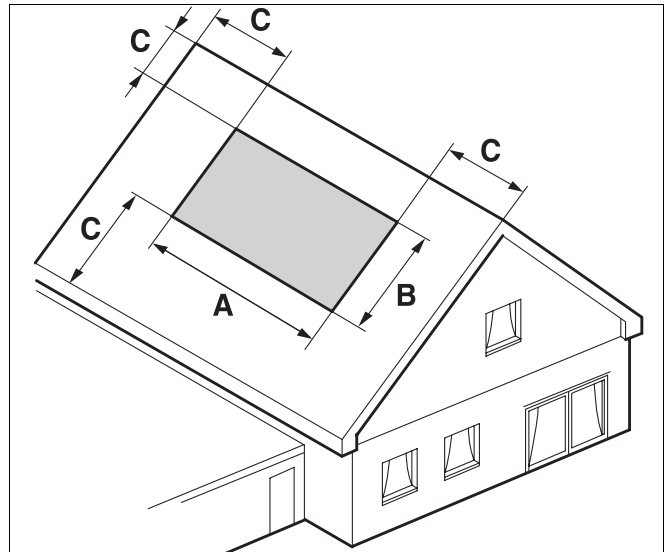

Abb. 8 Abmessungen des Kollektorsystems
- Die Lage des Kollektorfeldes auf dem Dach, unter Berücksichtigung des Mindestabstandes von 2 Pfannen zu den Dachrändern bzw. zum Dachfirst (Abstand C, Abb. 8) festlegen.